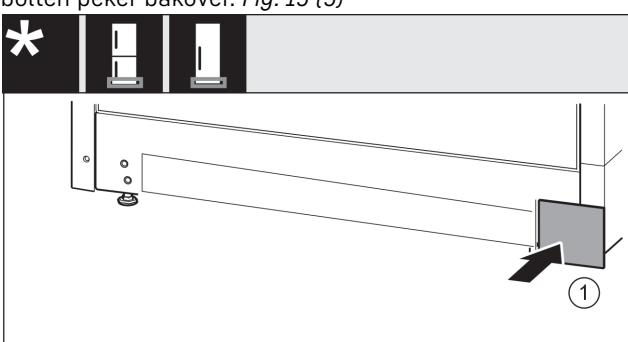

Fig. 16
- Sett på dekselet på den andre siden igjen. Fig. 16 (1)